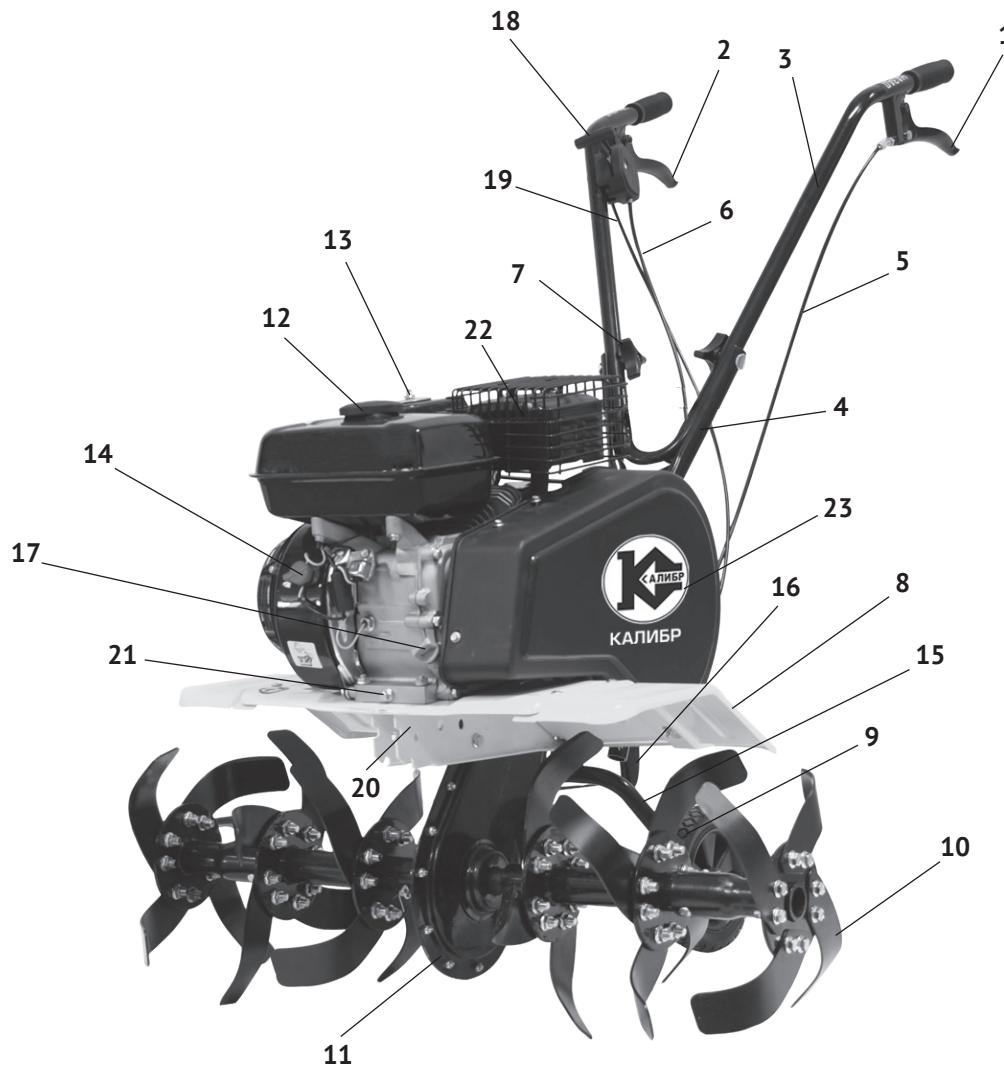

рис. 1
Двигатель работает на неэтилированном бензине АИ- 92. Он оснащён мембранным карбюратором и электронной системой зажигания. Для запуска двигателя служит ручной стартёр. Органы управления культиватором (рычаги привода фрез для движения «вперёд»/«назад» и рычаг управления дроссельной заслонкой) расположены на рукоятке управления (рис.1 поз.3). На двигателе находятся: топливный кран (положения «ON» и «OFF»), воздушная заслонка (положения «открыто» и «закрыто») и выключатель зажигания (положения «ON» и «OFF»).
Двигатель культиватора и передаточный механизм закреплены на раме (рис.1 поз.20).
Коленчатый вал двигателя, расположенный горизонтально, передаёт крутящий момент, ремёнными передачами, на большой двухручьёвый шкив, закреплённый на ведущем валу с приводной звёздочкой цепи. Передача вращения с ведущего вала на приводной вал фрез осуществляется цепной передачей. При нажатии на один из рычагов управления приводом фрез (рис.1 поз.1 или 2), ролик прижимного механизма натягивает один из ремней и большой шкив с ведущим валом приводной звёздочки цепи начинает вращаться. Ведомая звёздочка с валом редуктора передаёт вращение на фрезы культиватора. При движении «вперёд» (нажат рычаг 2 рис.1) фрезы культиватора производят обработку грунта. Движение «назад» (нажат рычаг 1 рис.1) применяется для отвода культиватора после обработки, при невозможности его разворота (мешают кусты, опоры, деревья).
2.5 Общий вид культиватора представлен на рис.1
- присоединив колёса с двух сторон к опорному кронштейну, зафиксировать их болтовым соединением с внешней стороны кронштейна (рис.1 поз.15).
- совместить крепёжные отверстия в нижней части рукояток управления (рис.1 поз.4) с отверстиями на раме культиватора;
- прикрепить верхнюю рукоятку (рис.1 поз.3) к нижним гайками-барашками.
- установить регулятор глубины вспашки (рис.1 поз.16) на раму культиватора;
- раскрутить винтовое соединение рычага управления дроссельной заслонкой (рис.1 поз.18);
- прикрепить трос управления дроссельной заслонкой (рис.1 поз.19) так, чтобы он располагался с внутренней стороны;
- раскрутить винтовое соединение рычага привода фрез (рис.1 поз.1 и поз.2);
- для удобства транспортировки культиватора, регулятор глубины вспашки (рис.1 поз.16) установить в самое верхнее фиксированное положение.
Выкрутите пробку-щуп (рис.1 поз.17) из маслозаливной горловины и залейте в картер масло необходимой марки до нижнего края горловины. Вставьте сухой чистый щуп в горловину картера и извлеките его. Проверьте уровень масла: граница смоченной области щупа должна располагаться между отметками минимального и максимального уровней.
Открутите крышку топливного бака (рис.1 поз.12). Заливайте бензин в топливный бак не более чем на 1 см ниже уровня основания заливной горловины. Перед запуском двигателя тщательно протрите крышку бензобака, удалив возможные при заправке брызги топлива.
Перед запуском убедитесь, что рычаги привода фрез (рис.1 поз.1 и 2) не нажаты.
- перевести выключатель зажигания (рис.1 поз.14) в положение «ON» – включено;
После прогрева двигателя в течение 10-40 секунд (в зависимости от начальной температуры), переведите рычаг воздушной заслонки в крайнее правое положение - «открыто», а рычаг управления дроссельной заслонкой (рис.1 поз.18) в положение «минимально».
- отпустить рычаг привода фрез (рис.1 поз.1 или 2) для их остановки;
- перевести рычаг регулировки дроссельной заслонкой (рис.1 поз.18) в положение «минимально»;